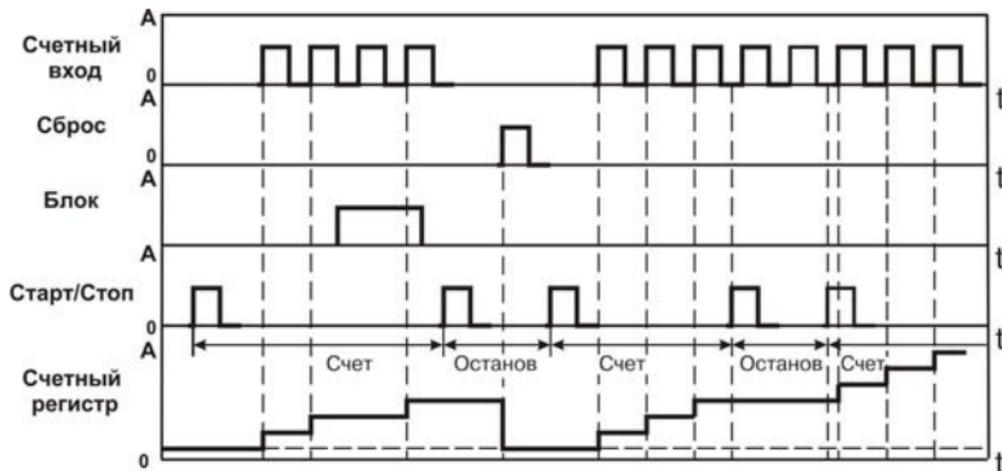

Рисунок 3.5 – Диаграмма работы прибора
Счетчик работает в режиме прямого счета. При этом выполняется счет импульсов от нулевого значения в сторону увеличения (рисунок 3.5).
- тип работы по сбросу – «Сбросить счетчик и продолжить счет» ( $rSt =Cnt$ ) (рисунок 3.5).